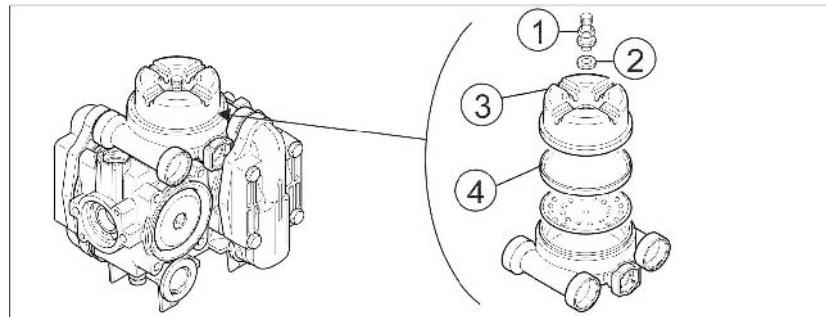

Рис. 199
2. При необходимости долейте масло при неработающем насосе (максимум до маркировки (Рис. 199/1).
5. Вращайте приводной вал пополам влево и вправо и медленно заливайте новое масло. Достаточное количество масла залито, когда масло становится видно на маркировке (Рис. 199/1).